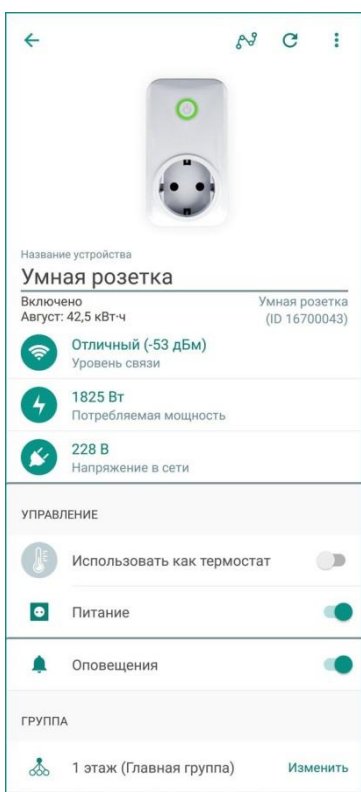

Рисунок 12.1 – Экран настройки розетки
1. В приложении на экране настройки розетки (в строке *Уровень связи*, см. рисунок 12.1).
Текущий уровень связи розетки с хабом отображается на экране настройки розетки (см. рисунок 12.1):
Настройки работы розетки могут быть изменены на экране настройки розетки (см. рисунок 12.1):
На экране настройки розетки (см. рисунок 12.1) вы можете отключить push-оповещения о включении и выключении розетки. В этом случае записи о работе розетки будут сохраняться только в Журнале событий и в разделе Статистика (см. п. 13).